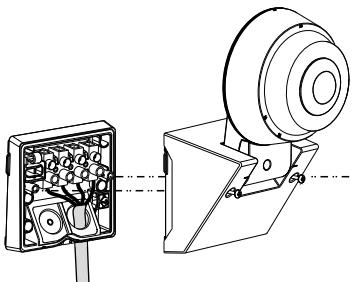

Bild 11
4. Fäst detektorhuvudet på bottenkåpan (se bild 11) och ställ in det i rätt läge (bild 12 A & bild 12 B).